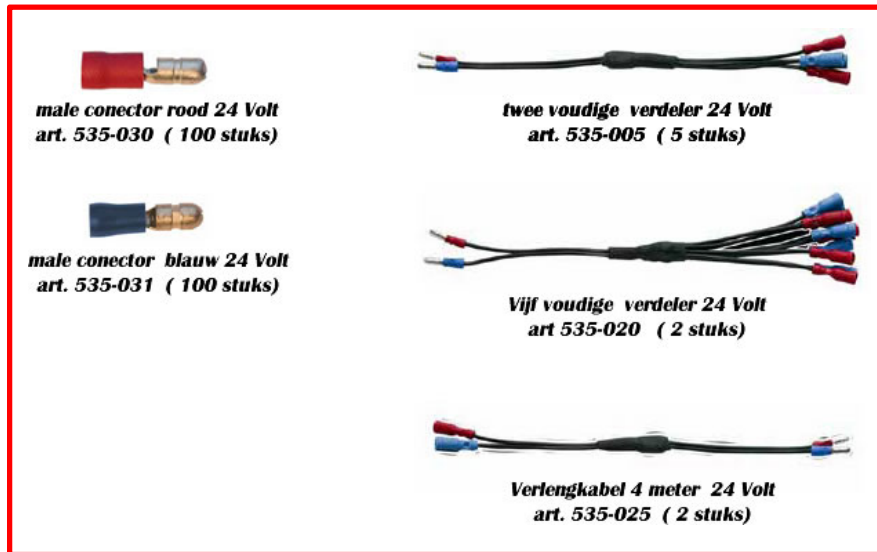

FIG. 2 (hulp/Koppel artikelen)
6. De verdelers zijn onderling weer koppelbaar met verlichting op door verlengkabels deze extra verlichting of verdelers kunt u bestellen bij www.lichtschoor.nl (zie fig. 2 blz. 4)